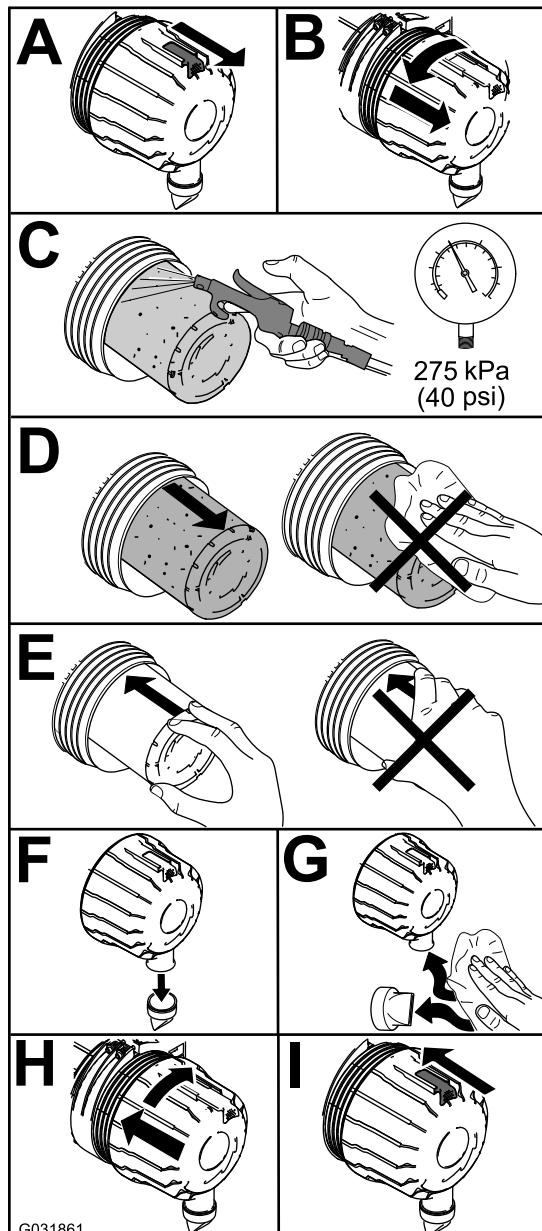

Figura 45
1. Substitua o elemento do filtro do ar primário (Figura 45).